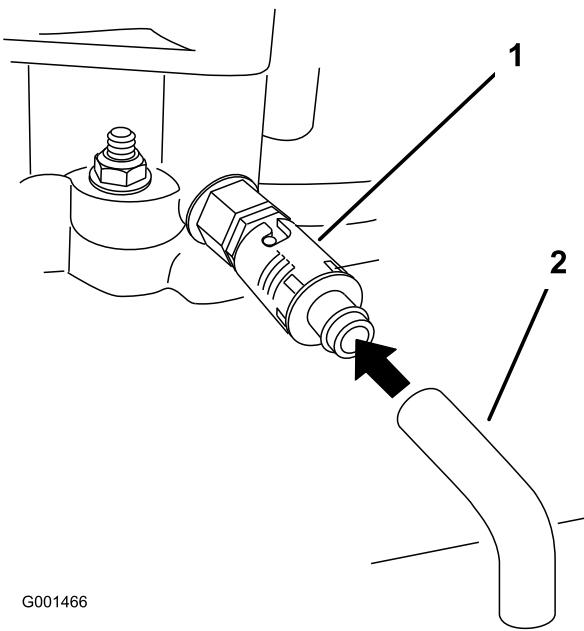

Figura 22
6. Coloque un recipiente debajo del tubo de vaciado. Gire la válvula de vaciado para que se drene el aceite (Figura 22).
8. Retire el tubo de vaciado (Figura 22).